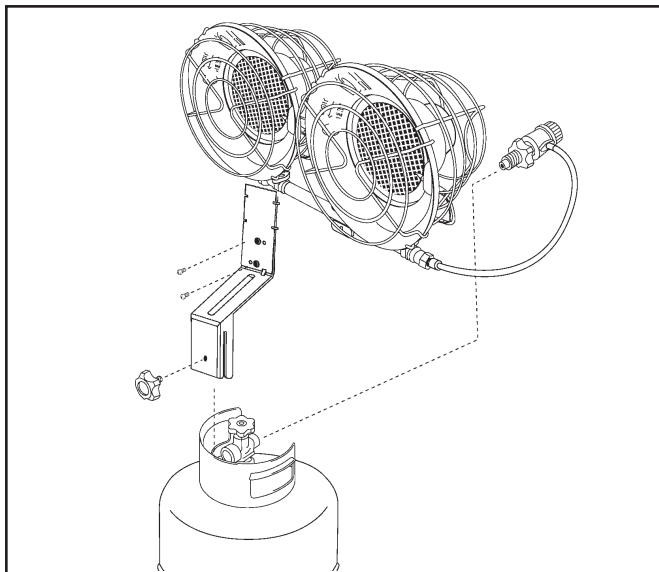

Figure 1.
**5a. Modèle à double brûleur MH30T (voir la figure 1.)**